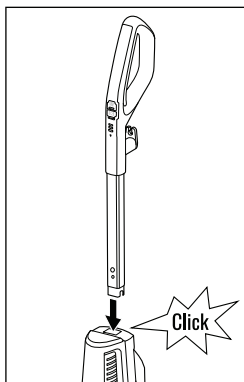

Fig. 1
- ◆ Spingere l'estremità superiore ❶ nell'apertura del lato superiore dell'apparecchio finché l'estremità superiore ❶ non s'innesta in modo udibile nell'apertura (vedere fig. 1).